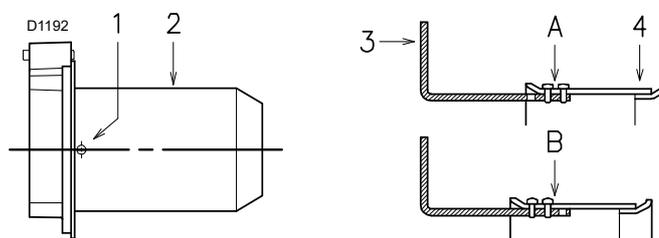

Fig. 13
- Dévisser les vis 1)(Fig. 13) et démonter la buse 2).
- Déplacer la fixation de la tige 3)(Fig. 13) de la position A à la position B, en reculant aussi l'obturateur 4).
- Remonter la buse 2)(Fig. 13) et les vis 1).